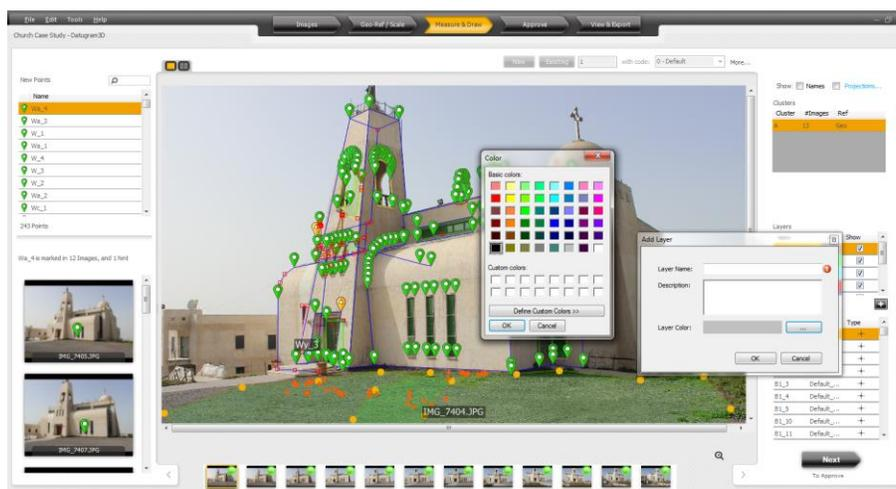

图 72: 带“颜色”选择下拉框的“添加层”对话框
1. 单击右窗口中“层”列表下面的 +, 打开“添加层”对话框 (图 72)。